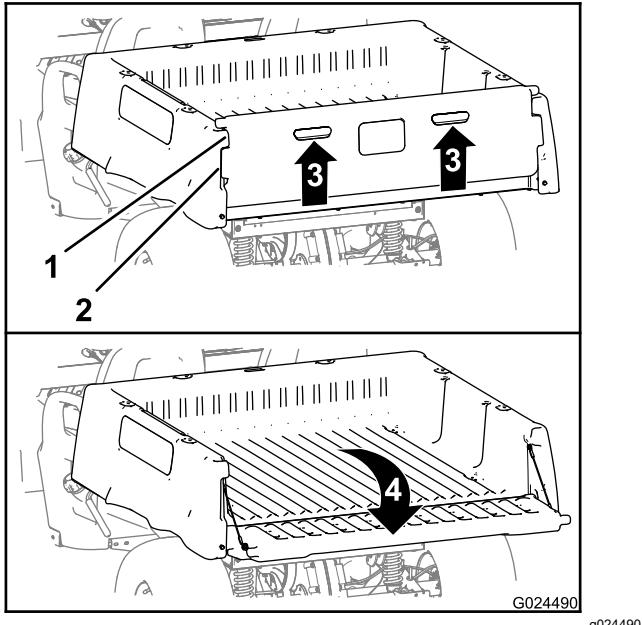

Bild 16
2. Heben Sie die Fingerzüge an der Rückplatte der Heckklappe an (Bild 16).
3. Fluchten Sie die Riegelflansche an der Heckklappe mit den Öffnungen zwischen den Heckklappenflanschen an der Ladepritsche aus (Bild 16).
4. Drehen Sie die Heckklappe nach hinten und unten (Bild 16).
6. Drehen Sie die Heckklappe nach oben und vorne, bis die Riegelflansche an der Heckklappe mit den Heckklappenaußsparungen an der Ladepritsche bündig sind (Bild 16).
7. Senken Sie die Heckklappe ab, bis sie im Heck der Ladepritsche sitzt (Bild 16).